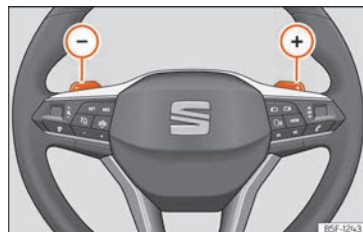

Abb. 155 Lenkrad: Hebel für Automatikgetriebe.
- Tippen Sie die Schaltwippe (+), um einen Gang hochzuschalten »» **Abb. 155.**